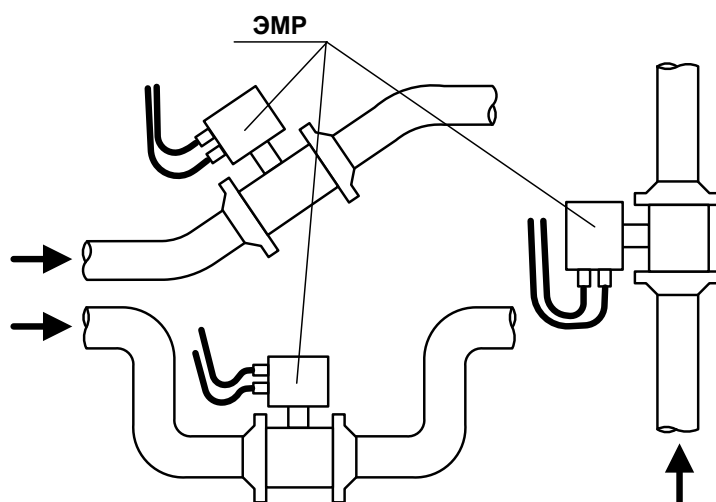

Рис. 1. Рекомендуемые места установки ЭМР.
- в месте установки в трубопроводе не должен скапливаться воздух – ЭМР не должен располагаться в самой высокой точке трубопровода, а также в трубопроводе с открытым концом; наиболее подходящее место для монтажа (при наличии) – нижний либо восходящий участок трубопровода (рис. 1);